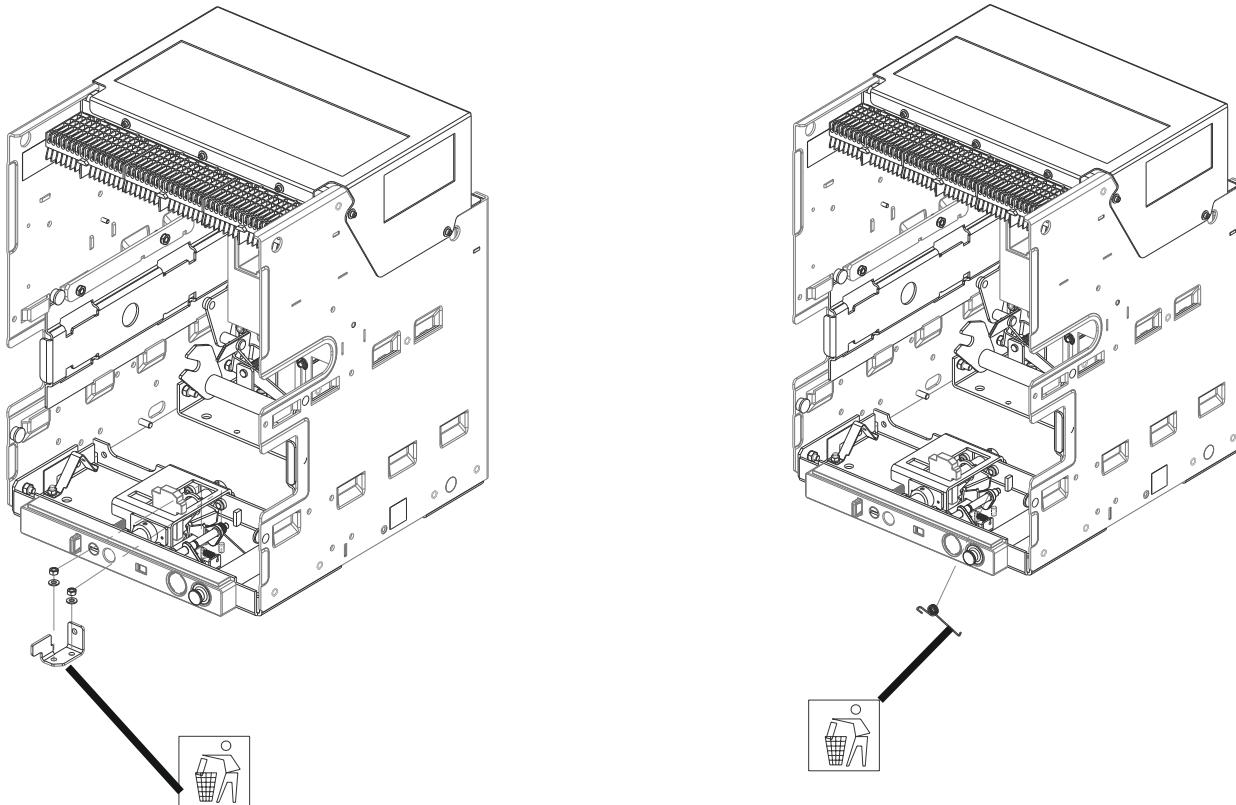

Fig. 21
- Smontare le parti mostrate nelle figure 21 e 22 dalla cassetta EGL Env1.
- Disassemble the parts shown in figure 21 and 22 from EGL Env1 cassette.
- Zerlegen Sie die in Abbildung 21 und 22 gezeigten Teile von der EGL Env1-Kassette.
- Démontez les pièces illustrées aux figures 21 et 22 de la cassette EGL Env1.